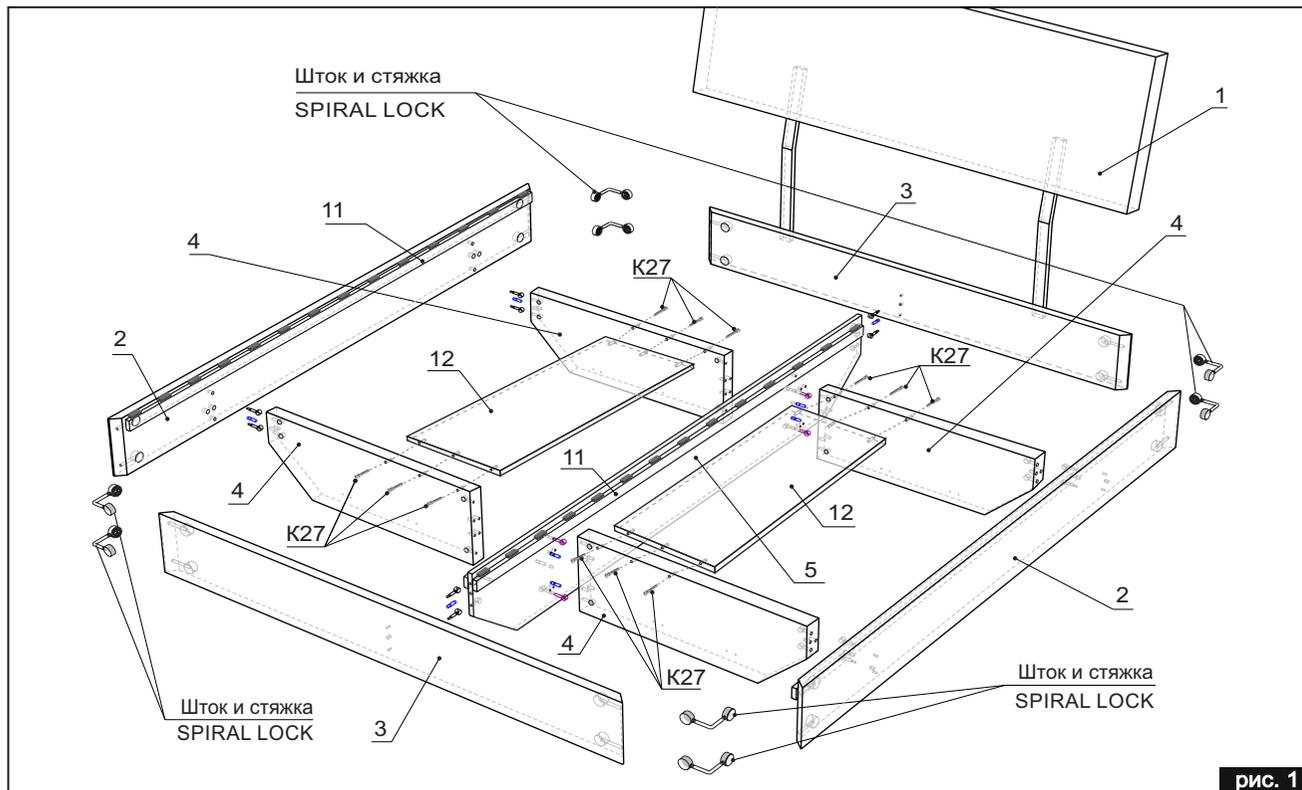
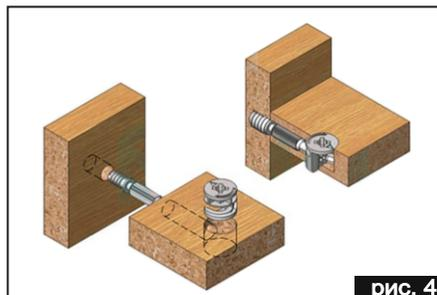
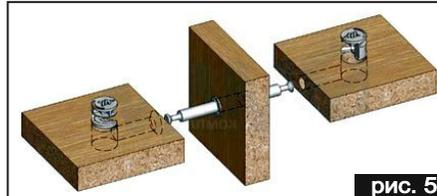

рис. 1
рис. 4
рис. 5
СБОРКА СПАЛЬНОГО МЕСТА (рис.1)
- Установить стяжки-шканты K25 и штоки стяжек двойных K4 в намеченные отверстия на царге центральной (5) (стяжки-шканты K25 устанавливаются в царгу центральную с одной стороны в центральные отверстия, а с другой стороны в боковые отверстия) (рис.1а). Соединить поперечены (4) с царгой центральной (5). Совместить штоки стяжки двойной K4 и шканты K25, установленные в царге центральной, с отверстиями на торцах поперечен (рис.1а), затянуть стяжки эксцентриковые двойные K4 (рис.5).
- Установить шканты K3, соединительные болты K2, стяжки-шканты K25, SPIRAL LOCK Стяжка в пластиковом корпусе K6 (SPIRAL LOCK Стяжка устанавливается так, чтобы отверстие в пластиковом корпусе совпадало с отверстием в торце царги) в намеченные отверстия на царгах боковых (2) (рис. 1). Соединить царги боковые (2) с конструкцией, полученной в пункте 1. Совместить соединительные болты K2, шканты K3, стяжки-шканты K25, установленные на боковых царгах, с отверстиями на торцах поперечен (4), затянуть эксцентрики K1 (рис. 1, рис. 4).
- Установить шканты K3, соединительные болты K2, SPIRAL LOCK Стяжка в пласт. корпусе K6 (SPIRAL LOCK Стяжка устанавливается так, чтобы отверстие в пластиковом корпусе совпадало с отверстием в торце царги) в намеченные отверстия на царгах малых (3), так же в отверстия на торцах установить SPIRAL LOCK Шток двухсторонний угловой K5 (рис.1). Соединить царги малые (3) с конструкцией полученной в пункте 2. Совместить шканты K3 и соединительные болты K2, установленные на царгах малых, с отверстиями на торцах царги центральной (5), SPIRAL LOCK Штоки двухсторонние угловые K5 с отверстиями на торцах царг боковых (2), затянуть эксцентрики K1 на центральной царге, затянуть SPIRAL LOCK Стяжка в пласт. корпусе K6.
- Расположить брусья с латодержателями (11) на поперечинах (4) вдоль царг боковых (2) по 1 шт. и притянуть их шурупами 3,5x40 K7 (по 7 шт. на брус). Оставшиеся два бруса (11) расположить на поперечинах (4) по обе стороны от царги центральной (5) и притянуть их саморезами 3,5x35 (по 7 шт. на брус) к поперечине (5). Установить ламели в латодержатели.
- Центральные панели (12) расположить по обе стороны царги центральной (5) между поперечен (4), завернуть евроинты K27 (рис. 1). Закрывать евроинты K27 заглушками K28.
рис. 1а